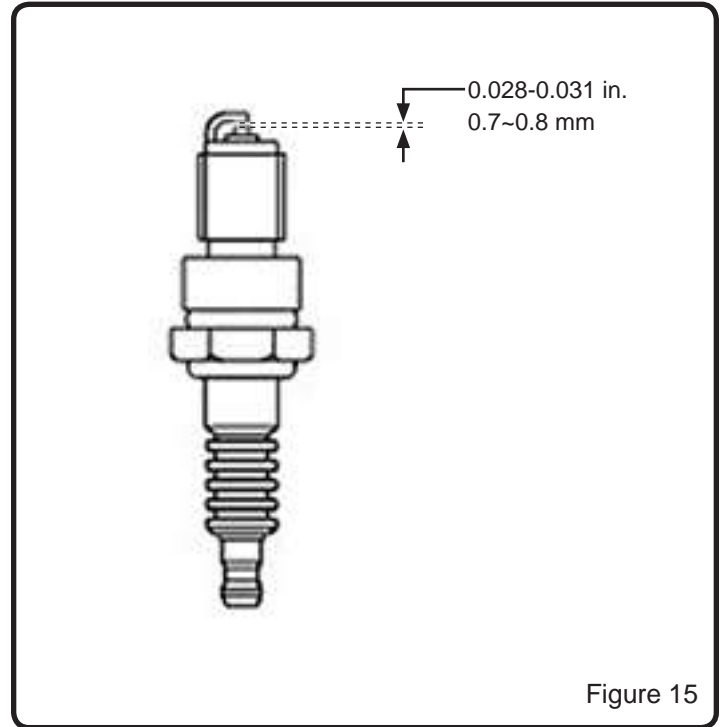

Figure 15
6. Vérifiez que l'écartement de la bougie d'allumage mesure 0.7-0.8 mm (0.028-0.031 po). (Figure 15)